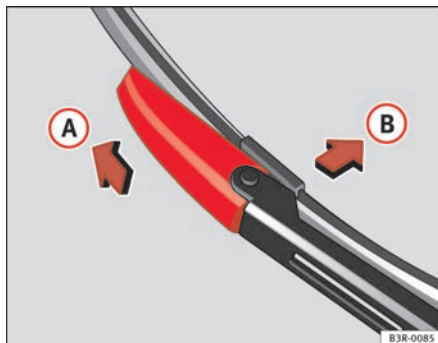

Fig. 177 Extrair a escova
- Desloque o elemento de bloqueio da escova na direcção da seta ⇒ fig. 177 **A**. Segure ao mesmo tempo a escova.